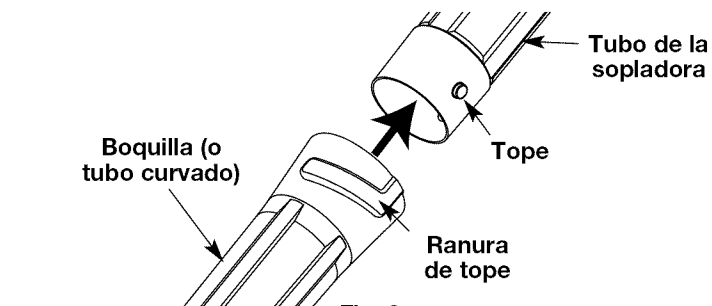

Fig. 3
1. Alinee el tope en el extremo del tubo de la sopladora con la ranura del tope en el extremo inferior de la salida de la sopladora (Fig. 3).
2. Inserte el tope del tubo de la sopladora en la ranura de tope de la boquilla (Fig. 3).